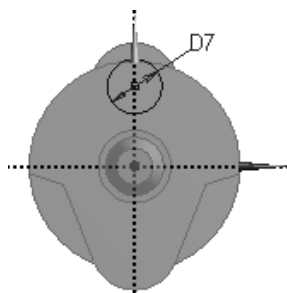

图 3.12.20 草图 3
(1) 绘制图 3.12.20 所示的草图 3。选取平面 4，单击“New Sketch”按钮 ，绘制图 3.12.20 所示的截面草图，其中 D7=15。